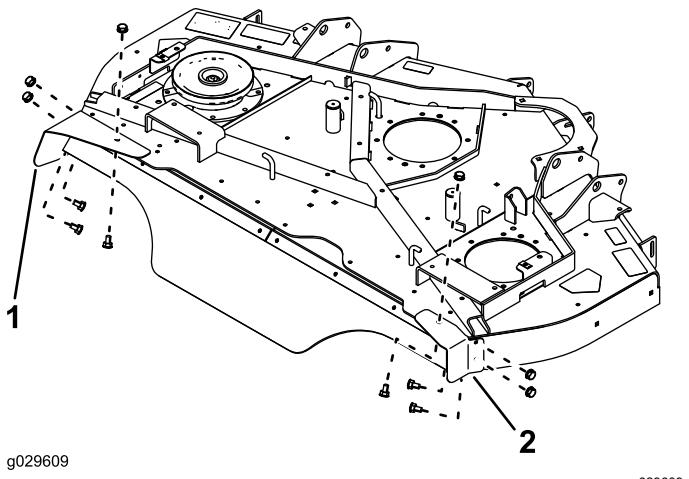

Figura 5
- Monte provisionalmente el protector de pie derecho en la parte superior y lateral de la carcasa de corte con 3 pernos de cuello cuadrado (5/16" x 3/4") y 3 tuercas (5/16"), según se muestra en Figura 5.
7. Monte el protector de pie izquierdo en la parte superior y lateral de la carcasa de corte con 3 pernos de cuello cuadrado (5/16" x 3/4") y 3 tuercas (5/16"), según se muestra en Figura 5.